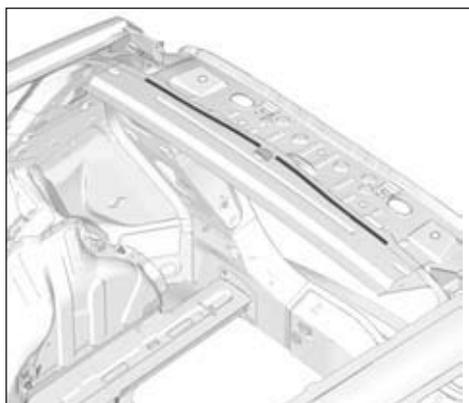

FIG.104
- Préparer les zones d'accostage (Fig.104).